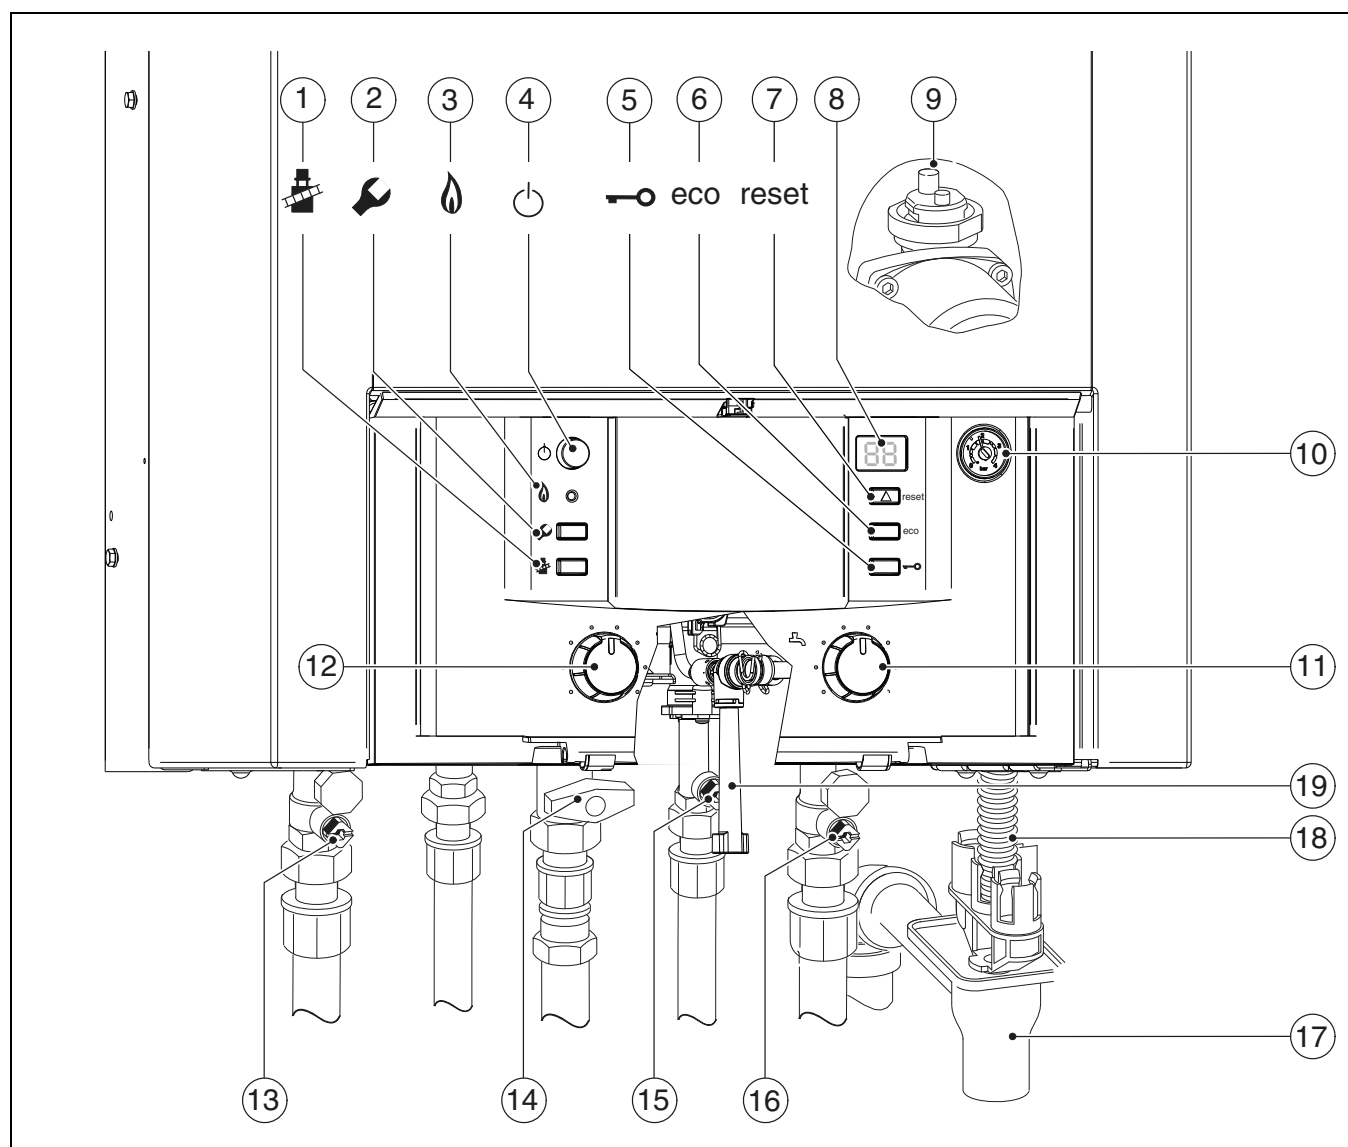

Fig. 21
- Aprire lo sfianto d'aria automatico (→ Fig. 21, [9]).
- Aprire i rubinetti dell'acqua fredda e calda (→ Fig. 21, [13 e 17]) e lasciarne uno dell'acqua calda aperto fino a quando non comincia ad arrivare l'acqua..
- Aprire i rubinetti di mandata e ritorno del riscaldamento (→ Fig. 21, [13 e 17]), riempire il sistema di riscaldamento fino a 1 -2 bar e chiudere il rubinetto.
- Aprire il rubinetto del gas (→ Fig. 21, [15]).